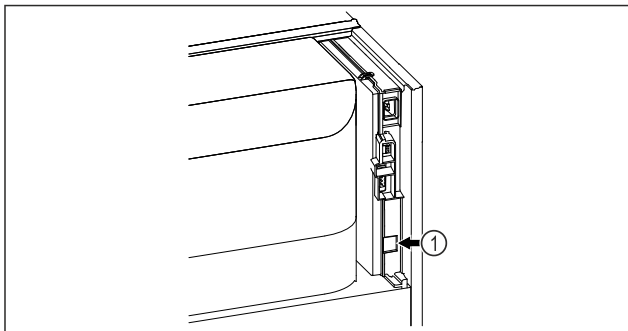

Fig. 146
- ☐ SmartModule Fig. 146 (1) er indsat.